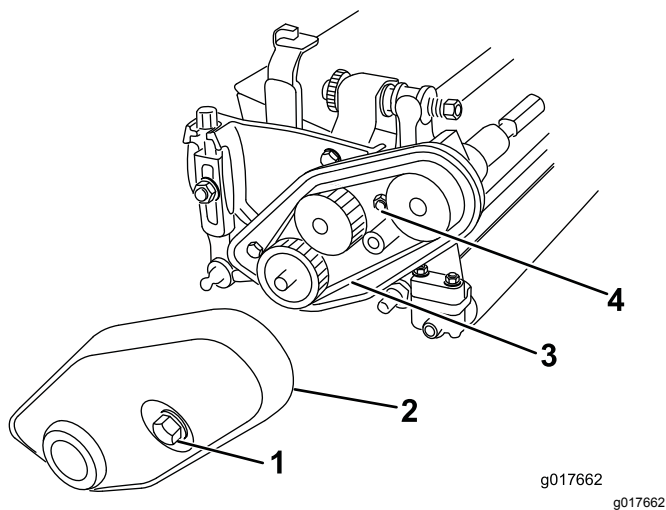

Рисунок 6
1. Ослабьте невыпадающий болт крепления кожуха ремня к режущему блоку так, чтобы можно было снять кожух (Рисунок 6).
- 2. Ослабьте гайку натяжения ремня и снимите ремень (Рисунок 6).